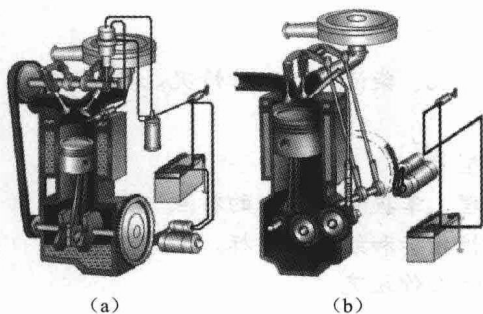

图 1-3 汽油机与柴油机
② 按使用燃料种类分类,可分为汽油机、柴油机、气体燃料发动机、煤气机、液化石油气发动机以及多种燃料发动机。汽油机与柴油机如图 1-3 所示。